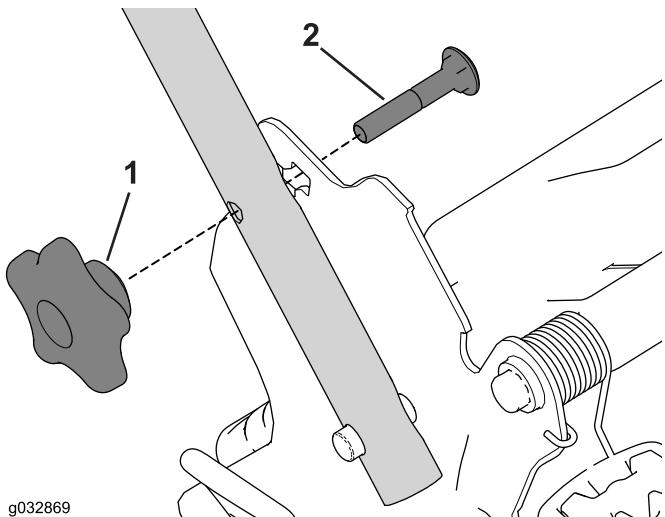

**Figure 5**
3. Dépliez le guidon en arrière à la position d'utilisation (Figure 5).